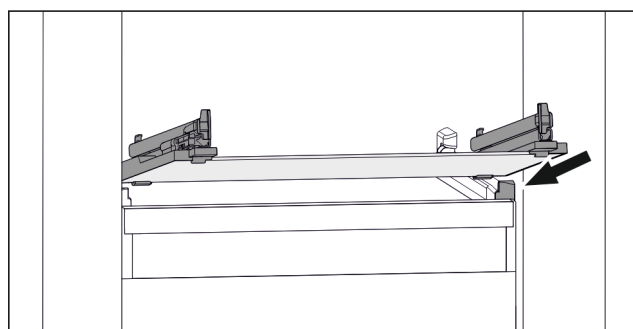

Fig. 117 Przykładowa prezentacja płyty szklanej
- ▶ Założyć płytę szklaną pod skosem za stoperami. (patrz Fig. 117)